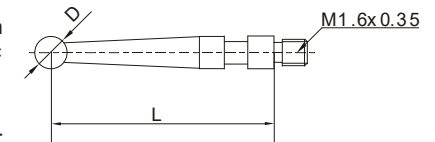

Abb.6
4. Jeder Typ von Messuhr verfügt über eine bestimmte Länge der Messstifte (L, Abb. 6). Wenn die Länge nicht korrekt ist, kommt es zu Messfehlern. Bitte wählen Sie anhand der folgenden Tabelle die richtigen Messstifte aus.